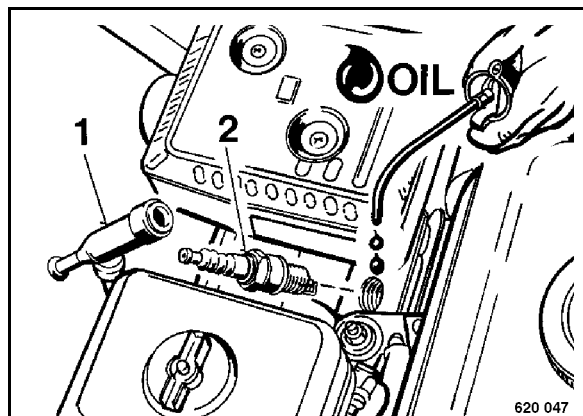

рис. 63
- Снять свечной наконечник (1) (рис. 63) и вывинтить свечу зажигания (2).